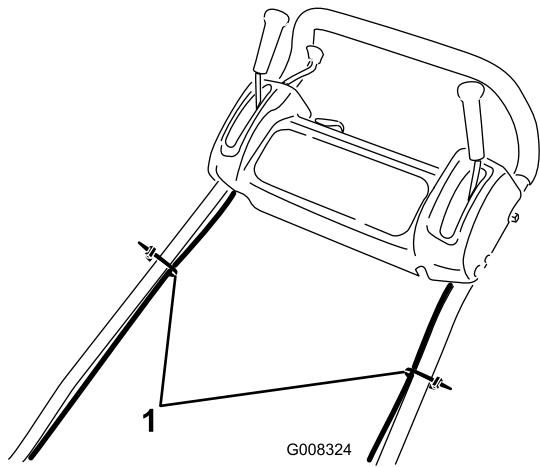

Bild 4
- Befestigen Sie die Kabel am Griff mit Kabelbinden (Bild 4).